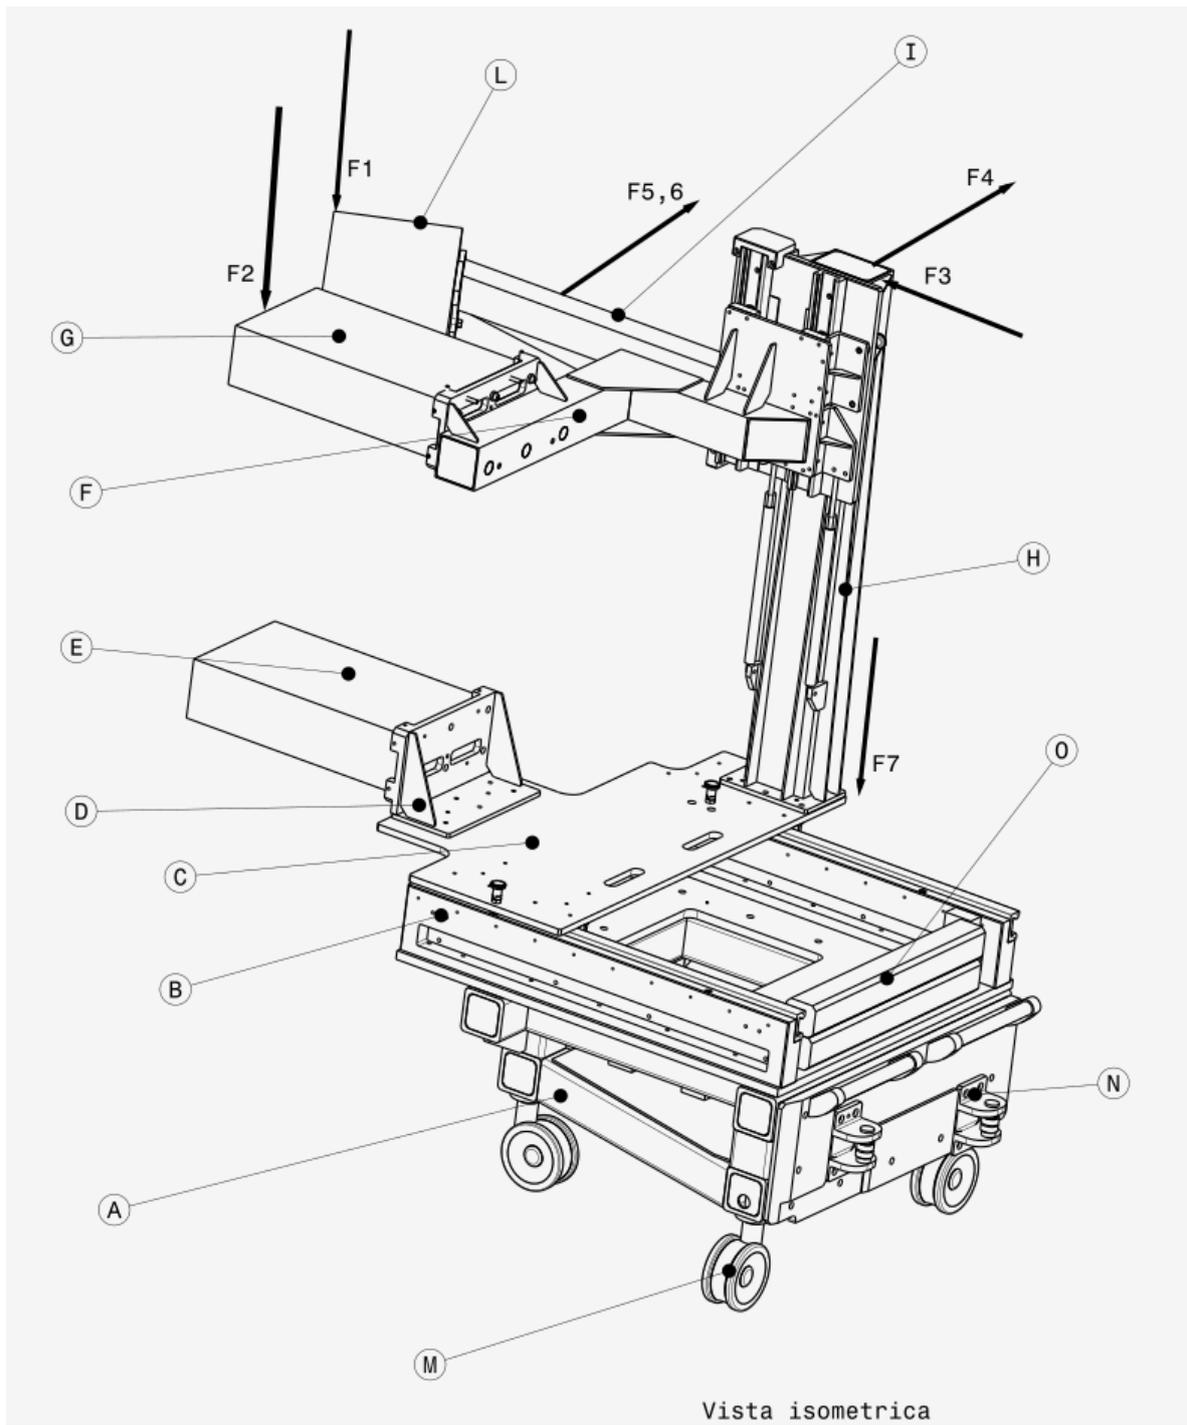

Fig. 1: assonometria del carrello, con indicati i componenti (A-O) e le forze utilizzate nel calcolo della stabilità (F1-F7)
- La base del carrello in acciaio (fig. 1,A), poggiata su quattro ruote, con una forma alla base trapezoidale, adatta a consentire il movimento del lettino. Questa parte è basata su tubi saldati di sezione 100x100 mm smussati e spessore 10 mm. Gli spigoli sono tutti arrotondati per maggior sicurezza.
- Un piano di base fisso in alluminio, con due guide (B) per consentire il ripiegamento del carrello per contenerne le dimensioni in posizione di parcheggio.
- Un piano mobile in alluminio (C) scorrevole sulle guide, a cui sono fissati i supporti dei detector.
- Due supporti sagomati (D,F) per sorreggere le due teste PET (E,G), quello più alto (F) è basato su uno scatolato in alluminio ed è posizionabile a due altezze diverse.
- Una colonna in alluminio (H) con due guide, per sorreggere il braccio di supporto (I) del tracciatore e quello (F) della testa PET superiore.
- Un braccio in alluminio (I) che sostiene il tracciatore (L), vincolabile a due altezze diverse.
- Barre di acciaio (O) vincolate al carrello in diverse posizioni, alcune delle quali inserite all'interno dei tubi della base. È prevista la possibilità di vincolare contrappesi ulteriori se fossero necessari.